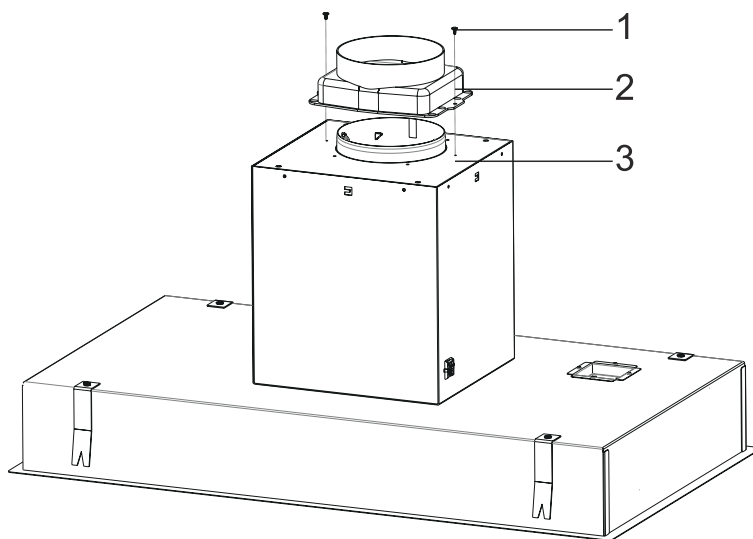

Fig. 12
1. ➔ Montér Ø150mm aftræksstuds med returklapper på motorkabinettet med 2 x 3,5x9,5 skruer (Fig. 12).